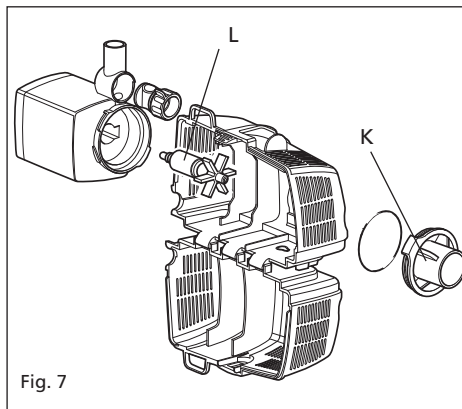

Fig. 7
2. Открутите переднюю пластину (см. Рис. 7 (К) до тех пор, пока два удерживающих язычка не выйдут из проушин на корпусе мотора.
4. Вытащите ротор из корпуса мотора. См. Рис. 7 (L).